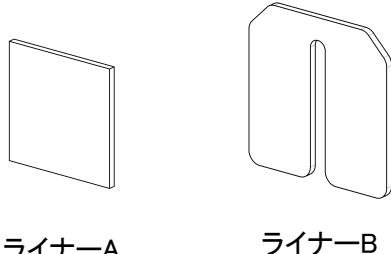
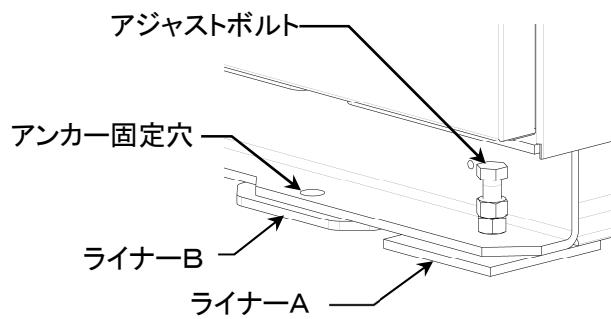

図 4-4
図 4-5
- 2) ライナーA、B(図 4-4)を敷き機械をその上に据付けます。(図 4-5)